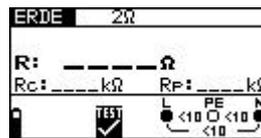

Abb. 5.52: Beispiel eines Ergebnisses der Erdungswiderstandmessung
- Die Sonde (S) liegt zwischen der Hilfserdersonde (H) und Erdersonde (E), in der sogenannten Referenzebene (siehe Abb. 5.52).
- Der Abstand zwischen der Erdersonde (E) und der Hilfserdersonde (H) soll mindestens 5-mal grösser sein als die Tiefe oder Länge der Erderelektrode (siehe Abb. 5.52).
Schritt 3 Befolgen Sie zur Durchführung der Erdungsmessung den Anschlussplan in Abb. 5.52. Benutzen Sie bei Bedarf die **Hilfe**-Funktion.